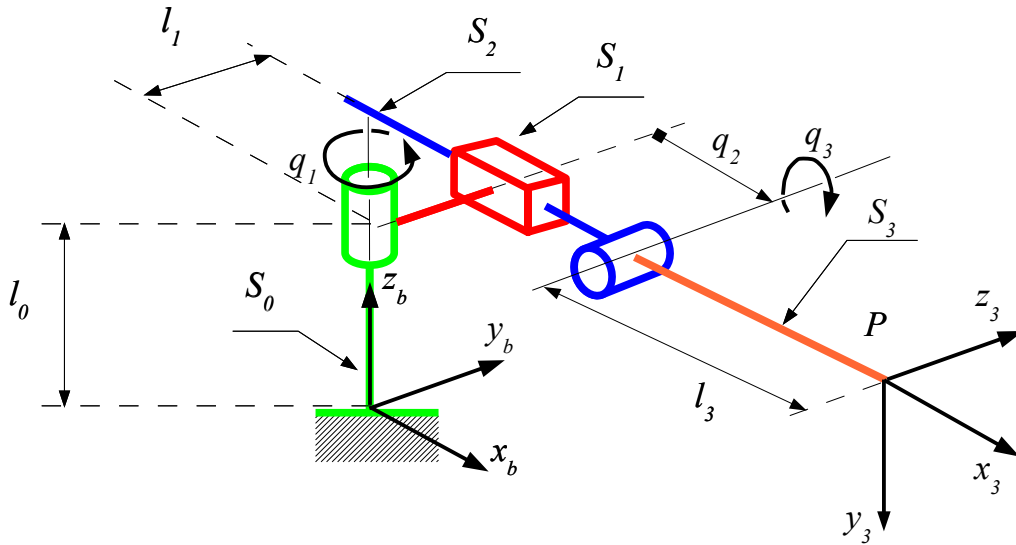

FIGURE 2 – Robot RPR
1. Sur la Figure 2 reporter les repères \mathcal{R}_0 , \mathcal{R}_1 , \mathcal{R}_2 et \mathcal{R}_3 , et remplir le tableau des paramètres conformément à la convention Denavit-Hartenberg.
On considère le robot représenté sur la Figure 2 en configuration quelconque.
1. Sur la Figure 2, reporter les repères \mathcal{R}_0 , \mathcal{R}_1 , \mathcal{R}_2 et \mathcal{R}_3 , et remplir le tableau des paramètres conformément à la convention Denavit-Hartenberg. Expliquer ce qui détermine vos choix.